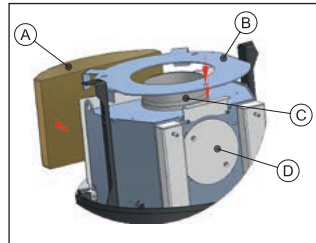

Abb. 6a
(Montage nur beim Nachrüsten erforderlich). Setzen Sie zuerst den Frontstein (A) ein. Anschließend montieren Sie die Auflageplatte (B) (Abb. 6a).